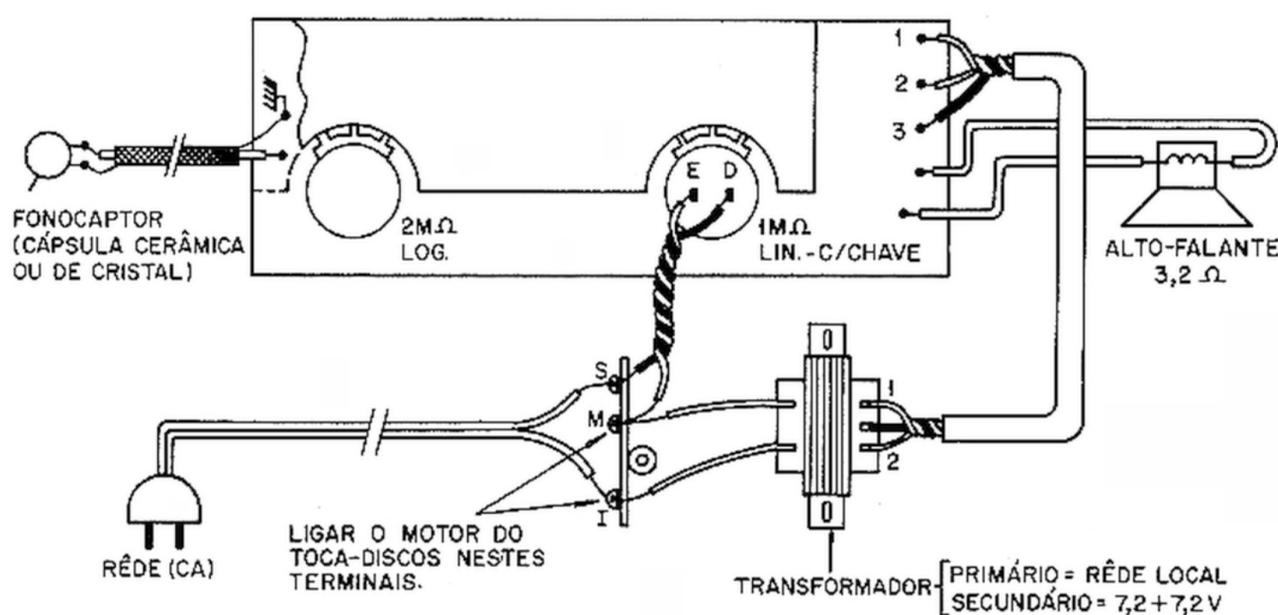

Figura 17 - Ligações externas
II - Alimentação exclusivamente através da rêde elétrica domiciliar. (orienta-se pela figura 17).
- 3 - Torça juntos os dois fios do enrolamento primário e ligue-os aos terminais assinalados "I" e "M" na figura 17. Não solde ainda estas conexões.